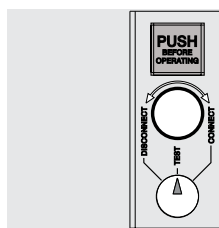

Figure 65
- disjoncteur en position de test (voir Figure 65).